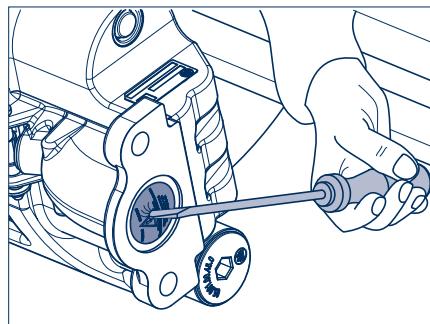

Рисунок 4
- [6] Удалить заглушку (рис. 4/стрелка) для выпуска воздуха на направленном вниз отверстии новой тормозной камеры (410).